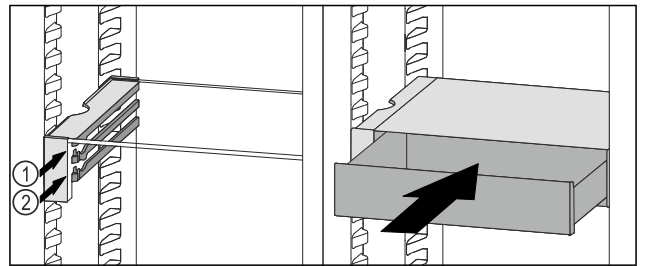

Fig. 106
- ▶ Așezați sertarul VarioSafe în spatele opritoarelor pe nervura dorită Fig. 106 (1) sau Fig. 106 (2).